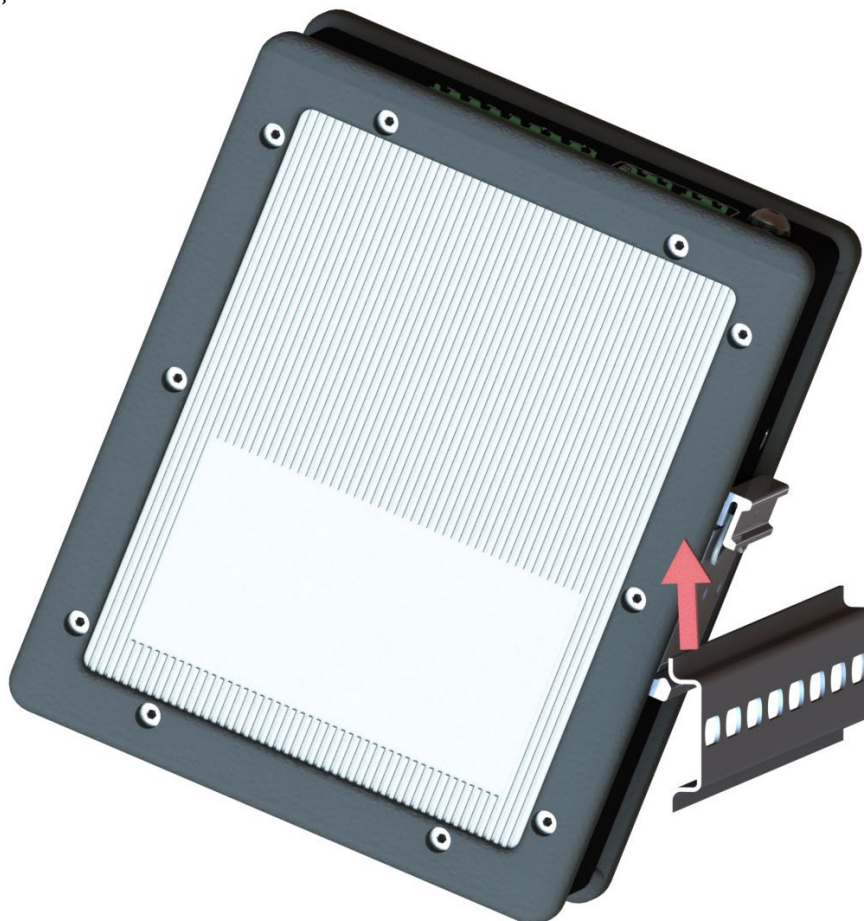

Рисунок 10 – Извлечение коммутатора из DIN-рейки
- извлечь аппаратуру из DIN-рейки (рисунок 10).